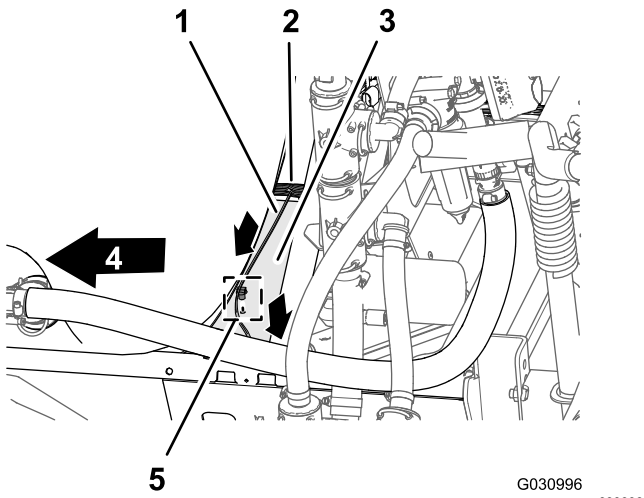

图 100
1. 让打药泵电磁头的 86cm 线束支管穿过打药车机架安装槽的顶部向下朝向打药泵电磁头图 100。
- 将 86cm 线束支管的压入式紧固件插入打药车机架安装槽的孔中图 100。